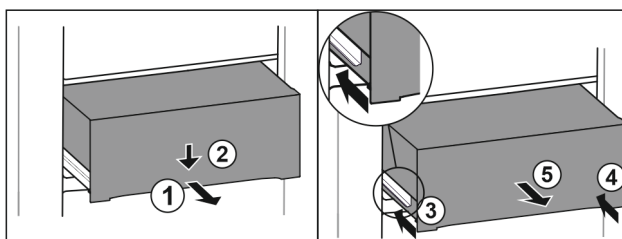

Fig. 121
- ▶ Schubfach halb herausziehen. Fig. 121 (1)
- ▶ Schubfach an der Vorderseite nach unten drücken. Fig. 121 (2)
- ▶ Linke Schiene etwa 2 cm einschieben. Fig. 121 (3)
- ▶ Rechte Schiene etwa 2 cm einschieben. Fig. 121 (4)
- ▶ Schubfach nach vorne entnehmen. Fig. 121 (5)